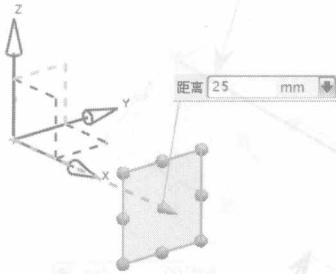
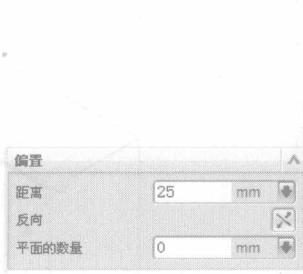

图 2-4 输入距离值
图 2-5 修改创建方向
(2) 选择参照后可预览创建的基准平面，然后在“距离”文本框中输入距离值，如图 2-4 所示。单击 $\square$ 按钮可修改创建方向，如图 2-5 所示。